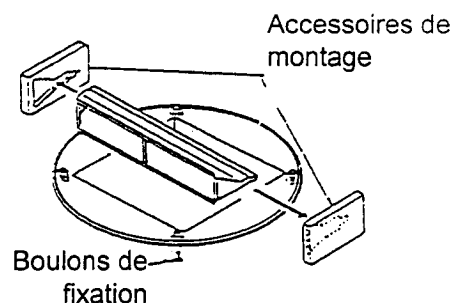

Fig. 5.8 Localisation des boulons de fixation de l'unité d'antenne du 841
- 2) Dévisser les 4 vis de fixation de manière à séparer le radôme (blanc) de la base (bleue) (Fig. 5.8) et dégager les bloqueurs d'antenne radiateur.